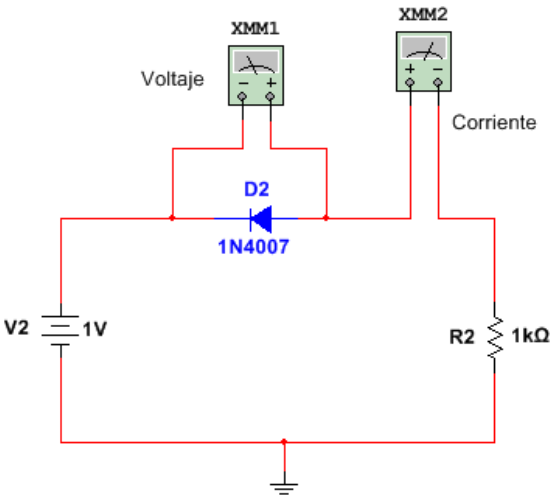

Figura 5. Circuito para la polarización inversa del diodo.
- Arme el circuito de la figura 5 en el simulador y tome las medidas solicitadas en la tabla 3 para los mismos tres diodos.
- En el protoboard, arme el circuito de la figura 5. Antes de encender la fuente de alimentación considere lo siguiente: